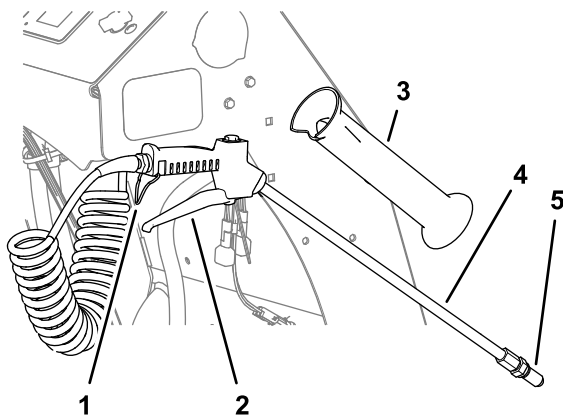

Figura 59
1. Retire la varilla del soporte del lado derecho de la máquina (Figura 59).
4. Apriete el gatillo contra la empuñadura de la lanza de fumigación para empezar a fumigar; bloquee el gatillo en esa posición si lo desea (Figura 59).
5. Cuando termine de fumigar, si bloqueó el gatillo de la lanza de fumigación, desbloquéelo y suelte el gatillo (Figura 59)
7. Coloque la lanza en el soporte (Figura 59).